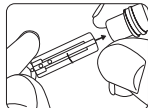

Figura 23
**PASO 2:** Inserte una lanceta estéril en el soporte de lanceta del dispositivo de punción y presiónela con firmeza hasta que esté bien asentada. No gire la lanceta. Consulte la figura 23.